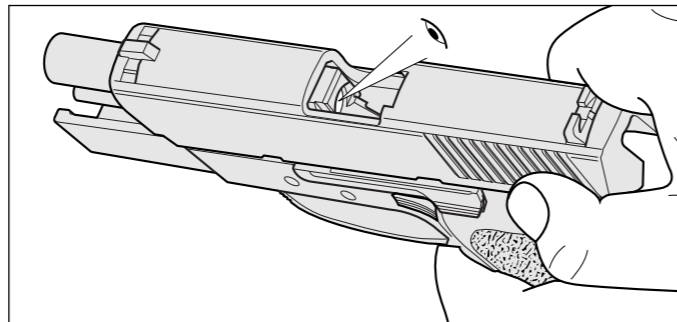

Abb. 3
- Prüfen (visuell und manuell mit einem Hilfsmittel), ob die Patrone ausgeworfen wurde und sich keine Patrone im Patronenlager befindet (Abb. 3).
- Kontrollieren (visuell und manuell mit einem Hilfsmittel), dass sich keine Patrone im Patronenlager befindet (Abb. 3).
3. Kontrollieren, dass sich keine Patrone im Patronenlager befindet (siehe Abb. 3, Seite 10).